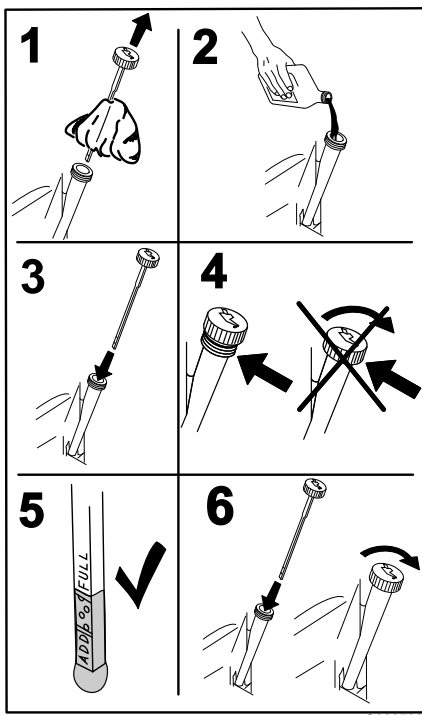

Bild 51
4. Gießen Sie langsam ungefähr 80 % der angegebenen Ölsorte in den Einfüllstutzen und füllen Sie dann vorsichtig mehr Öl ein, um den Ölstand an die **Voll**-Marke zu bringen (Bild 51).